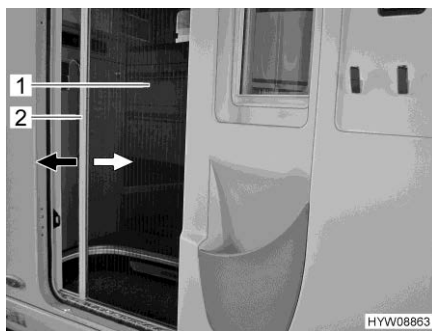

Fig. 57 Protezione contro gli insetti (porta di ingresso)
- Afferrare la barra di presa (Fig. 57,2) con entrambe le mani ed estrarre con movimento uniforme la protezione contro gli insetti (Fig. 57,1) dall'alloggiamento della porta.
- Afferrare la barra di presa (Fig. 57,2) con entrambe le mani e spingere la protezione contro gli insetti (Fig. 57,1) nell'alloggiamento della porta esercitando una leggera pressione.